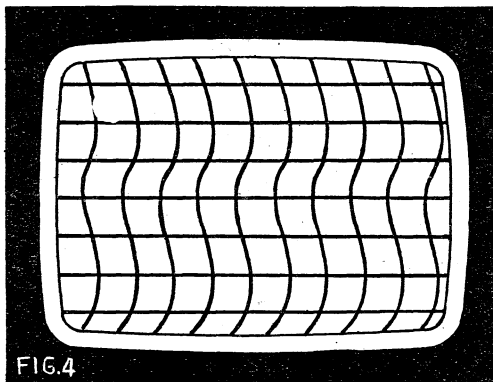

FIG. 4
b) Le contraste est faible. S'il est extrêmement faible, l'image elle-même devient instable, comme on peut le voir sur la mire reproduite figure 4. La synchronisation est alors mal commandée. On peut présumer que l'étage à lampe V_3 présente un défaut.